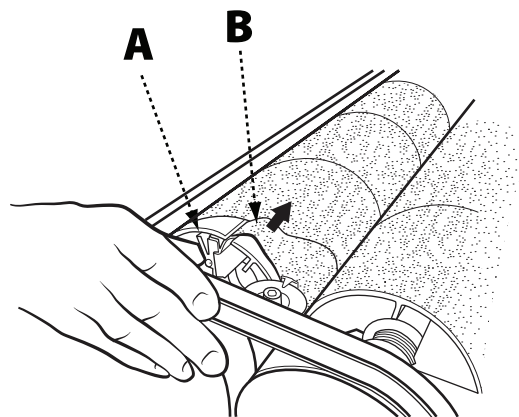

FIG. 4
2. Localisez la bride de verrouillage à ressort (A) de l'extrémité droite du tambour. Pressez la bride pour l'ouvrir et retirez la fin de la courroie de ponçage (B) de la fente du tambour. Voir Fig. 4.